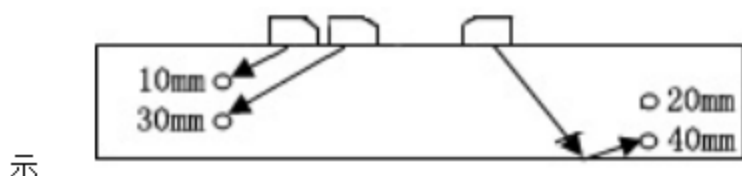

图 3-12
(1)、将探头放在 CSK-IIA-1 试块上，先寻找 10mm 深 $\Phi 2$ 孔的反射波，如图 3-12 所